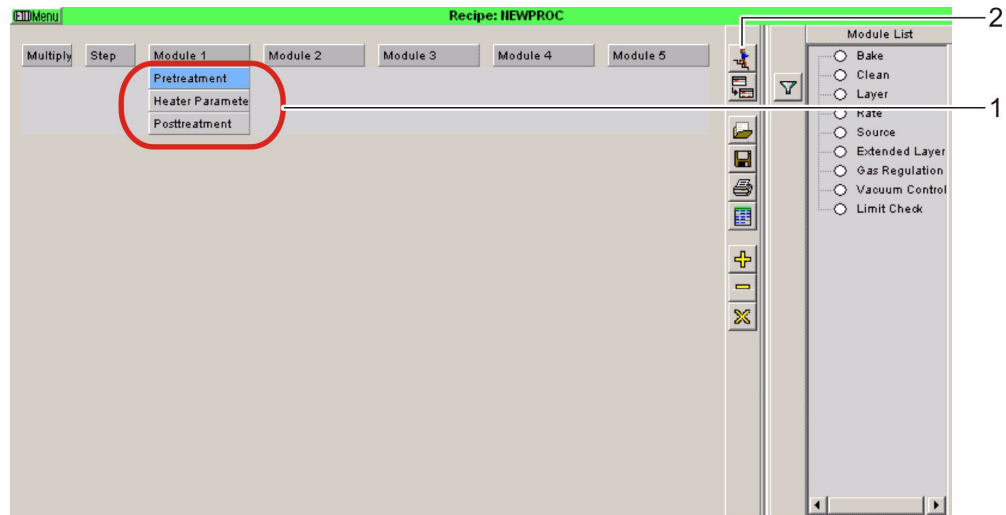

Abb. 9-9
Die Module Pretreatment (Vorbehandlung) bzw. Posttreatment (Nachbehandlung) werden folgendermassen aufgerufen (beachten Sie dazu Abb. 9-9, 214):
- 3** Kehren Sie nach der Eingabe zur Anzeige des neuen Rezeptes (siehe Abb. 9-9, 214) zurück, indem Sie [*Esc*] aktivieren oder **Esc** drücken.
Beginnen Sie zum Programmieren der Beschichtungssequenz in Abb. 9-9, 214, und fahren Sie folgendermassen weiter: